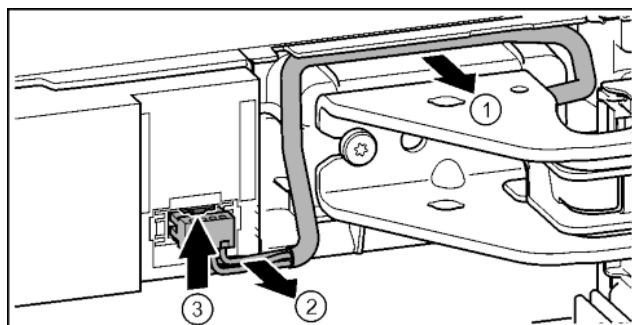

Fig. 18
- ▶ Kabel nad stojanem ložiska opatrně uvolněte z vedení. Fig. 18 (1)
- ▶ Kabelové prameny opatrně táhněte z kanálu. Fig. 18 (2)
- ▶ Tlačte lamelu nahoru a opatrně vytáhněte zástrčku. Fig. 18 (3)